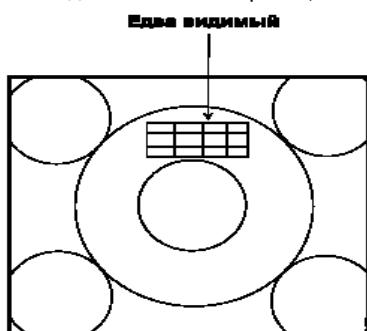

Рис. 5
- кнопками "+" и "-" ПДУ установите такое значение субяркости, при котором элемент из квадратов на изображении не станет едва видимым, как показано на рис. 5.